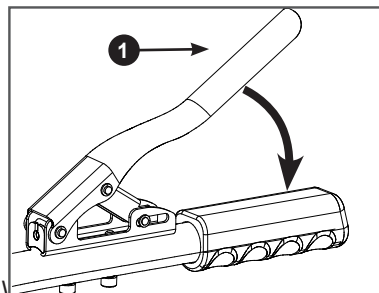

Рис. 32. Включение хода
2. Для того чтобы начать движение мотоблока на выбранной передаче быстро и плавно нажмите рычаг 1 включения хода до упора (Рис. 32).
1. Отпустите рычаг включения хода (Рис. 32).